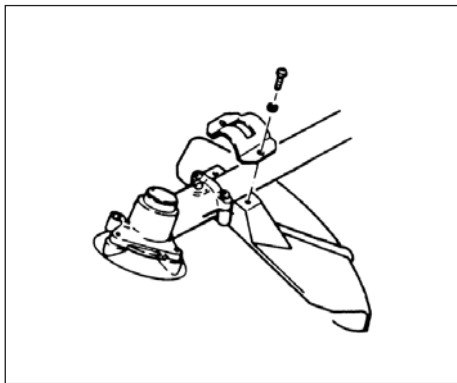

Рис. 1-8
**Монтаж защитного приспособления лезвия (Рис. 1-8, 8B, 1-8D)**